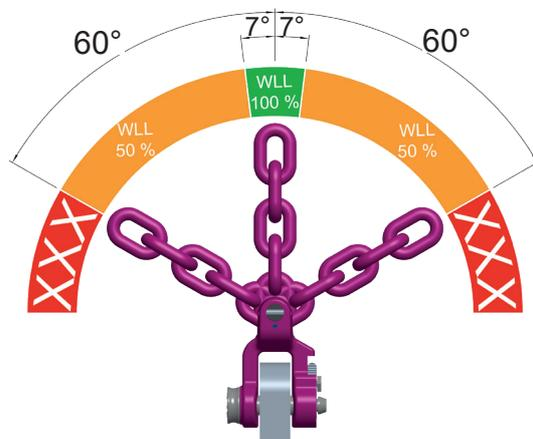

Fig. 11: Angoli di inclinazione ammessi per tiri trasversali
- È possibile applicare carichi laterali sull'asse trasversale, ma la portata massima (WLL) deve essere ridotta del 50 % (Fig. 11).
- Montare il CCS-FASTLOX sul carico da trasportare in modo che il corpo del grillo sia caricato lungo il suo asse longitudinale. È possibile un carico laterale lungo l'asse trasversale, ma la portata (WLL) deve essere ridotta del 50 % (Fig. 11).
- A seconda dell'applicazione/angolo di inclinazione, al CCS-FASTLOX si applicano le seguenti portate (vedere Fig. 11 e Tabella 4 - Portata ridotta):